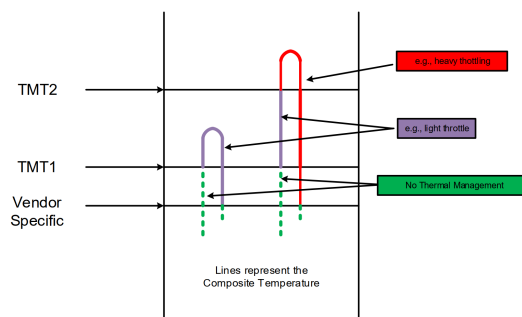

Abbildung 1: NVMe Throttle Management
3. Sobald die SSD diese Temperaturen erreicht, aktiviert der Controller automatisch Maßnahmen wie Throttling oder den Wechsel in niedrigere Power States (siehe Abbildung 1).